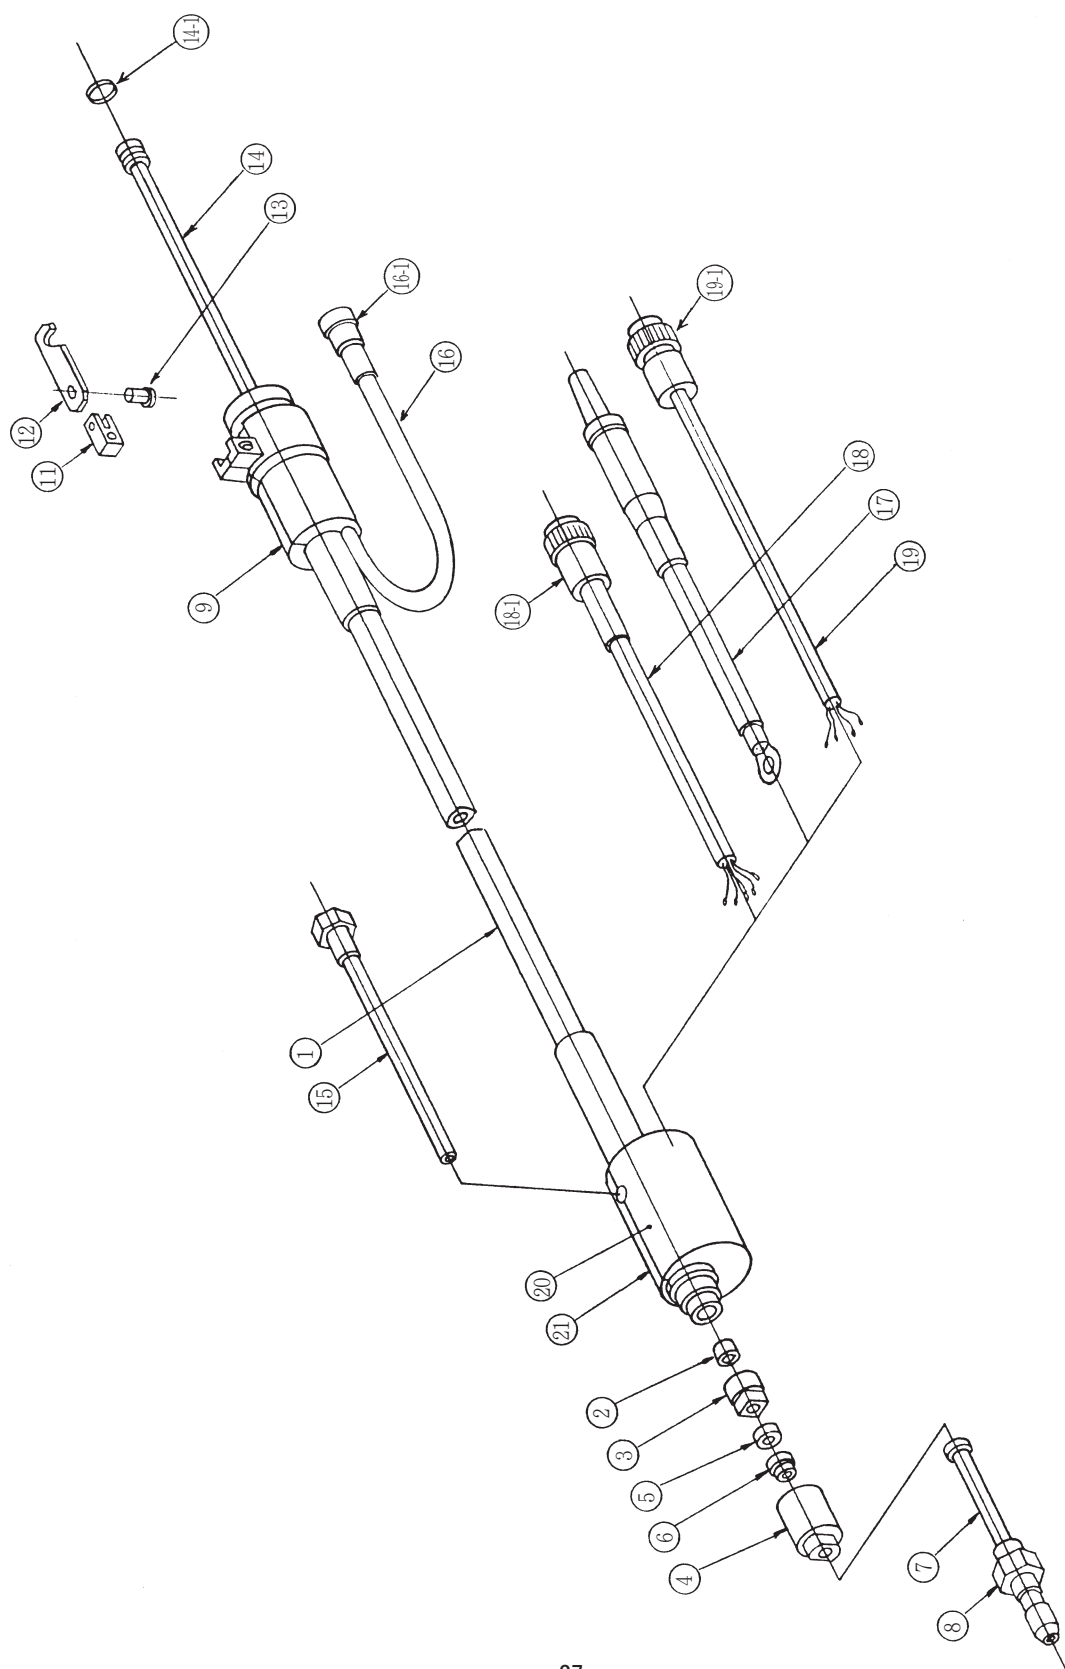

図 2 BCM-3220 形中間ケーブルの部品構成図
⑪ パーツリスト (つづき)
11. 2 中間ケーブル (図2参照)